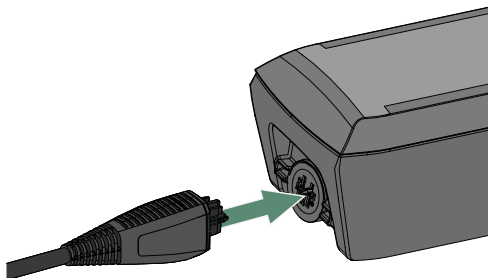
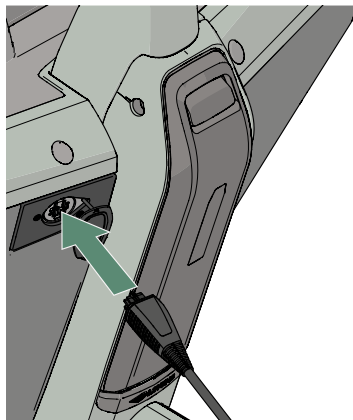

Abbildung 14 - Einstecken des Ladesteckers in den Akku.
Abbildung 15 - Einstecken des Ladesteckers in den Ladeanschluss
4. Stecken Sie den Ladestecker des Ladegeräts entweder direkt in den Akku 32 (siehe Abbildung 14) oder in den Ladeanschluss (siehe Abbildung 15).